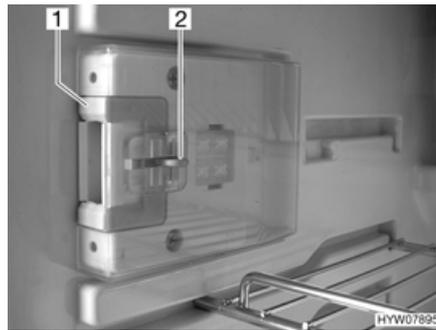
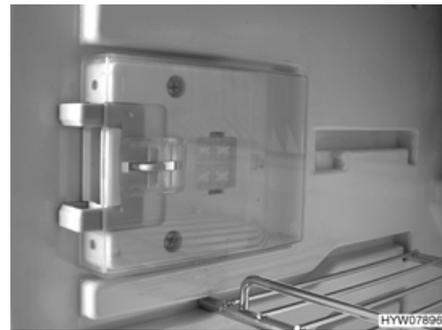

Fig. 187 Dispositivo de cierre (posición normal)
Fig. 188 Dispositivo de cierre (posición de ventilación)
- Hundir el desbloqueo (Fig. 187,2).
- Empujar el dispositivo de cierre (Fig. 187,1) hacia delante (Fig. 188).